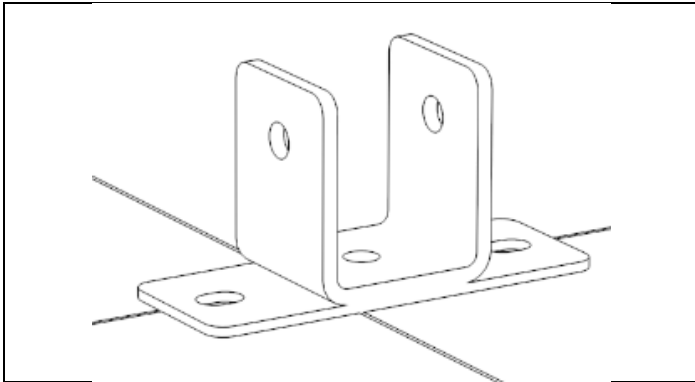

Bild 16
- Markieren Sie nun die Löcher der Halterungen (C2) für jedes Bein auf dem Boden (Bild 16).